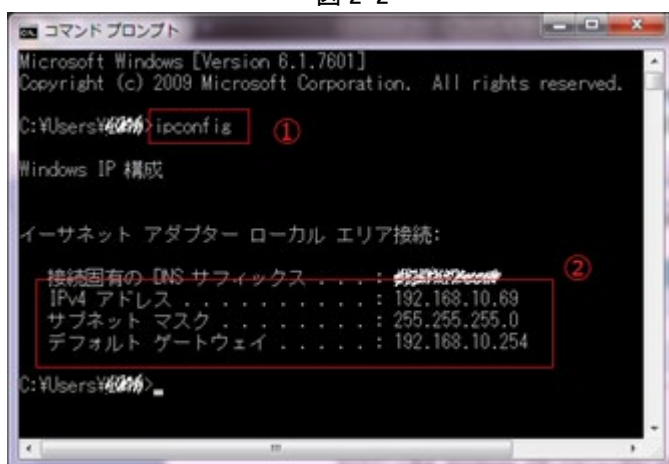

図 2-3
起動したコマンドプロンプトに”ipconfig”と入力(図 2-3 ①)し、Enter キーを押すとネットワーク設定を表示(図 2-3 ②)しますので、この内容を記録します。IP アドレスは v4 を使用します。